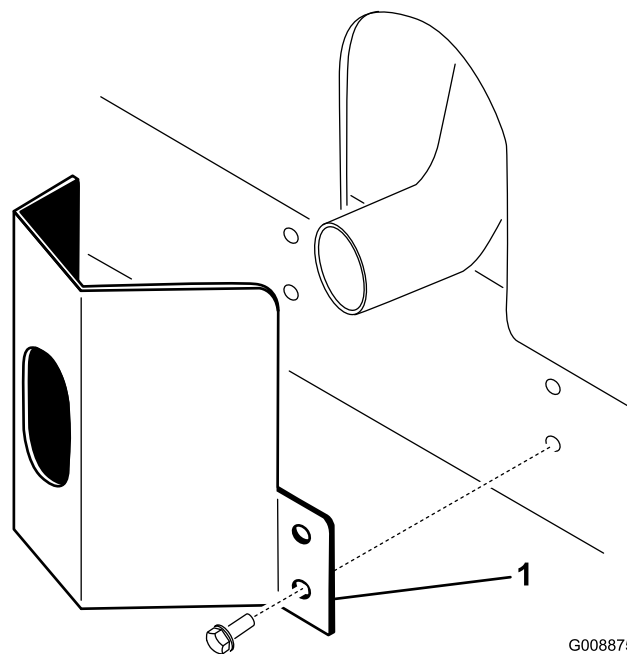

Figure 10
2. Fixez la protection de l'échappement au cadre à l'aide de 4 vis autotaraudeuses (Figure 10).
1. Placez la protection de l'échappement autour du silencieux et alignez les trous de montage avec ceux du cadre (Figure 10).